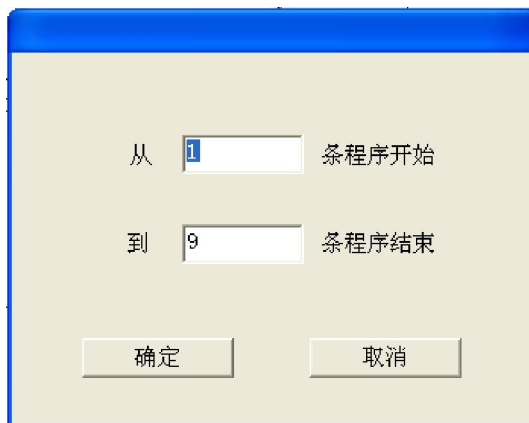

图 5.5 运行选择框
- 5.在运行屏幕点击【开始】，系统弹出运行选择框 (图 5.5)
- 提示：**运行选择框 (图 5.5) 显示默认的从“1”开始到程序中确定的样品数。在这里可以选择起始和结束运行的样品序号。
- 7.在弹出的运行选择框（图 5.5）中，点击【确定】开始运行清洗程序。
8. 在弹出的运行选择框（图 5.5）中，点击**【确定】**开始运行 TIC校准程序。运行过程中按需要分别放入不同浓度的 TIC标准样品。
7. 在弹出的运行选择框（图 5.5）中，点击**【确定】**开始运行样品测量程序。